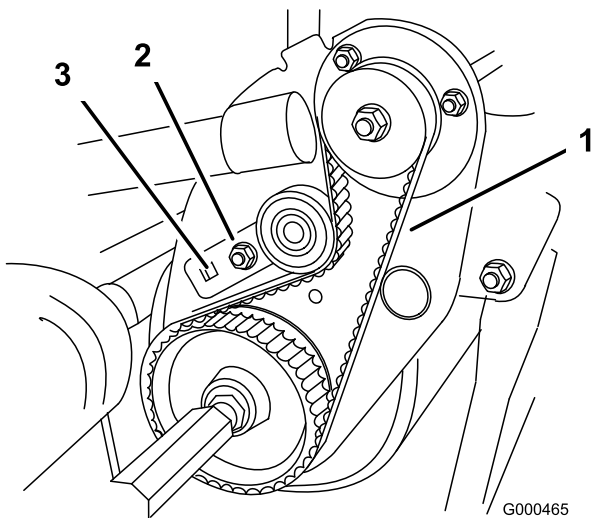

図 41
B. 3/8インチのトルクレンチでアイドラ・ブラケットを 0.4~0.46 kg.m のトルクで回転させてベルトを張る (図 41)。アイドラ・ブラケット固定ボルトを締める。ベルトを強く張りすぎないように注意してください。